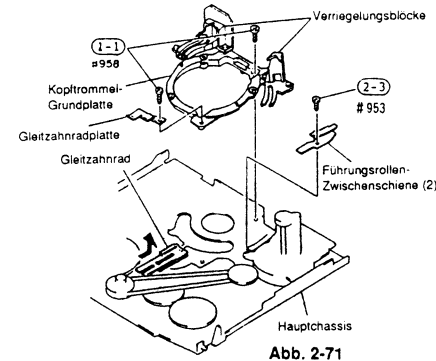

Abb. 2-71
- 1) Zwei (2) Befestigungsschrauben der Kopftrommel-Grundplatte entfernen (siehe Abb. 2-71).
- 3) Eine (1) Befestigungsschraube der Führungsrollen-Zwischenschleife (2) entfernen (siehe Abb. 2-71).
- 4) Die Führungsrollen-Zwischenschleife (2) aus dem Hauptchassis entfernen.
- 2) Das Gleit Zahnrad in Richtung des Pfeiles von dem Hauptchassis abnehmen (siehe Abb. 2-71).